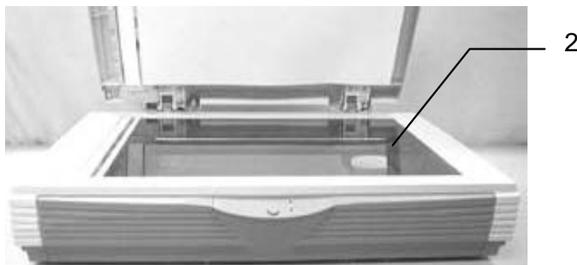

Figure 6-1 Nettoyage le Avision DS610CF
2. Ouvrez la couverture de documents selon la figure 6-1.